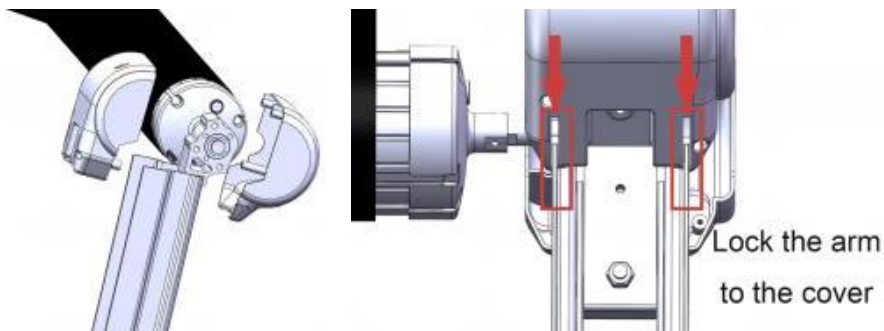

Abbildung D17
3.7.2 Entfernen Sie die Zierabdeckung an der Oberseite des nicht motorisierten seitlichen Klapparms, setzen Sie die seitliche, nicht motorisierte Rolle und die Halterung in die Oberseite des Klapparms ein, befestigen Sie sie mit Schrauben (alle Schrauben an den Abdeckungen) und montieren Sie die Zierabdeckung. (Abbildung D17)